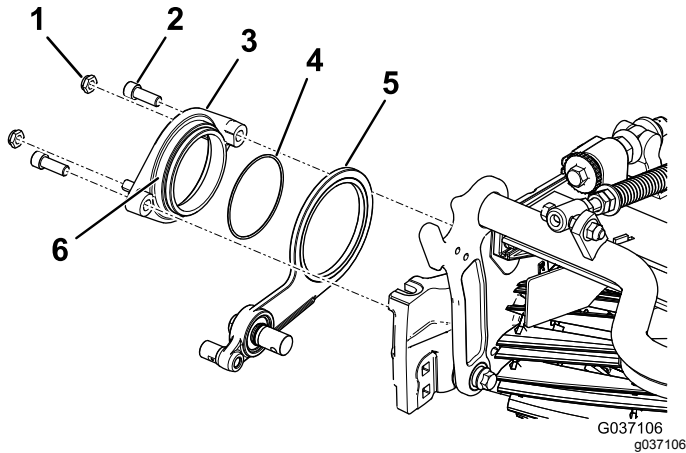

图10
3. 在枢轴轮毂组件外径上涂抹防粘剂图10。
4. 用 2 个内六角螺栓将枢轴轮毂固定到滚刀的怠轮总装上图10。
5. 将 2 个锁紧螺母松松地安装到枢轴轮毂上图10。